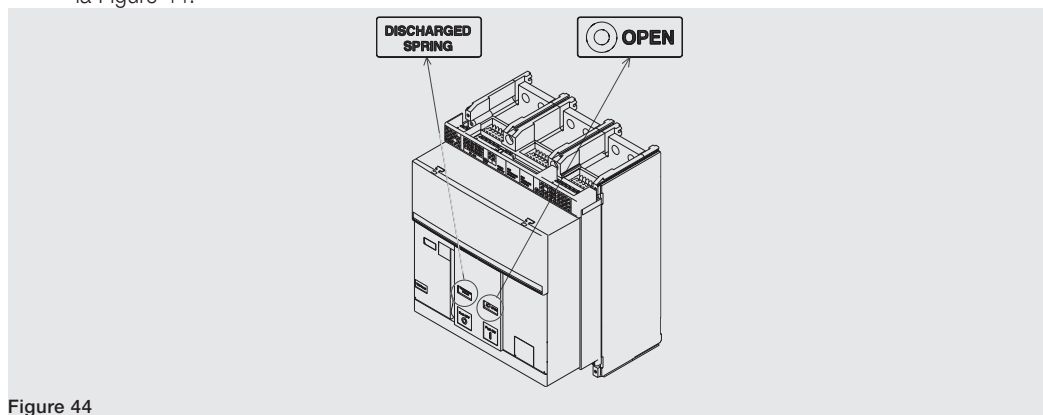

Figure 44
7. Contrôler que le disjoncteur soit ouvert (indicateur ouvert/fermé "O - OPEN"), et contrôler que les ressorts sont débandés (indicateur ressorts "blanc - DISCHARGED SPRING") comme indiqué dans la Figure 44.